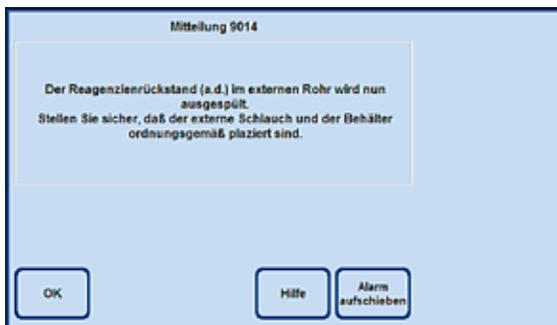

Abb. 172
- Wenn die gewählte Station mit Reagenz befüllt ist, erscheint ein Hinweis-Fenster (Abb. 172), in dem mitgeteilt wird, dass der Schlauch zum kontaktfreien Befüllen/Entleeren mit Luft ausblasen wird.